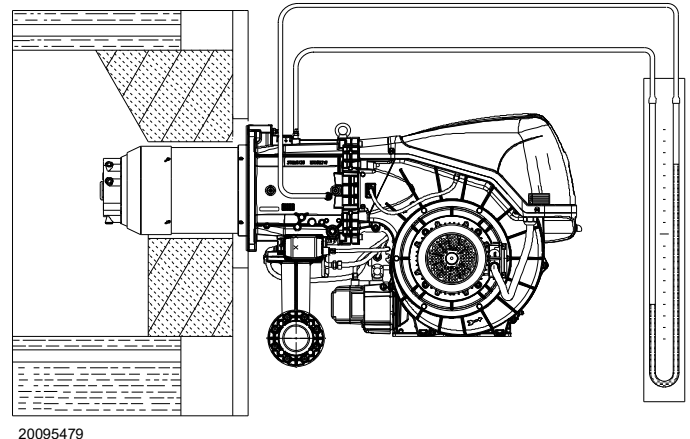

Abb. 31
- Montieren Sie ein U-Rohr-Manometer oder einen Differenzdruckmesser (Abb. 31), mit Entnahmestelle (+) am Gasdruck der Muffe und (-) in der Brennkammer. Damit soll annäherungsweise die Höchstleistung des Brenners mithilfe der Tab. N ermittelt werden.
Das U-Rohr-Manometer (Abb. 31) zeigt den Gaseintritt an der Muffe an.